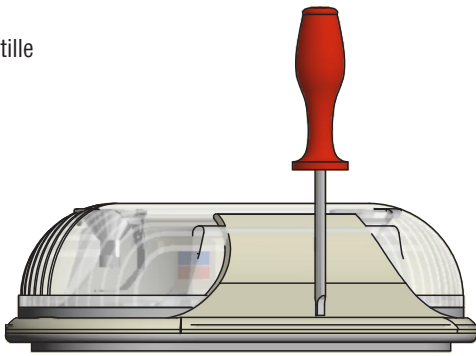

Figure 4
6. Acheminer le conduit jusqu'à l'entrée de conduit (Figure 4).